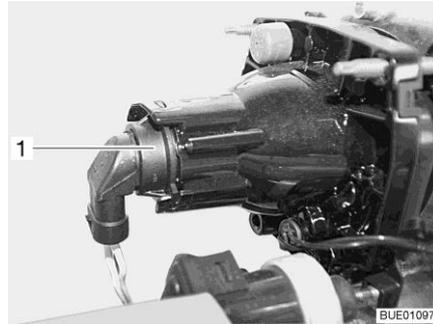

Fig. 289 Luz de cruce / luz larga / luz de estacionamiento
- Meter la mano detrás del portalámparas (Fig. 289,1).